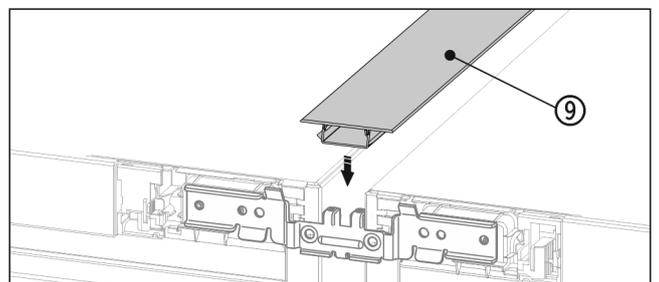

Fig. 20 *
- ▶ En la parte superior, presione el listón embellecedor Fig. 20 (9) corto para introducirlo en la ranura horizontal.*